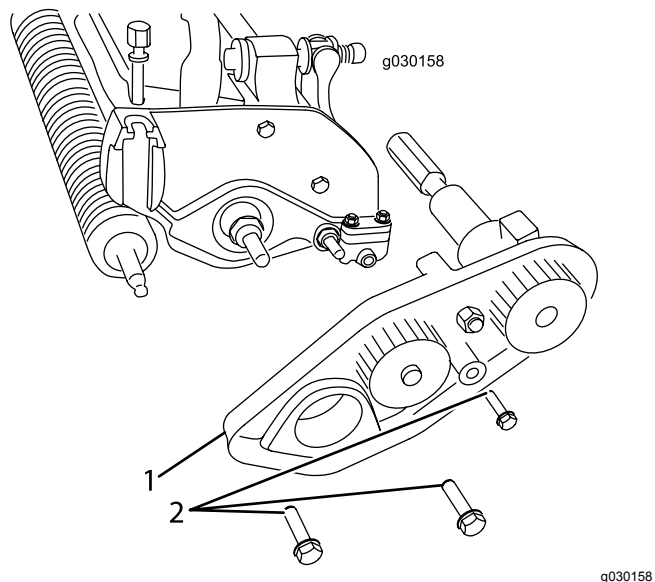

Figura 6
4. Retire los 3 pernos que sujetan el conjunto de correa de transmisión a la unidad de corte, si está instalado, y retire el conjunto entero (Figura 6).
11. Introduzca el otro extremo del eje del groomer en la placa de apoyo izquierda (Figura 6).
- A. Instale el conjunto de la correa de transmisión usando los pernos que retiró anteriormente, y asegúrese de que la chapa lateral gira libremente. (Figura 6).